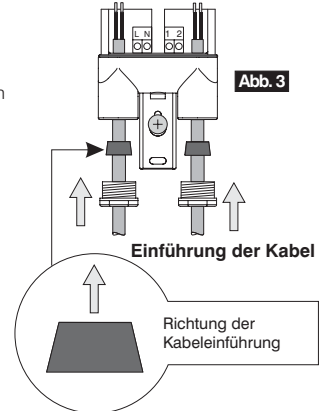

Abb. 3
- Die Membran der Gummidichtungen durchbohren und auf die Kabel setzen (Abb. 3).